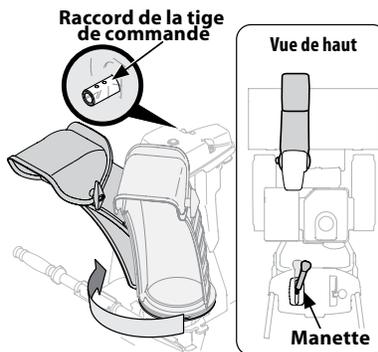

Figure 2-22
4. Serrez la gâchette sur la manette de la commande de la goulotte et pivotez la goulotte avec votre main pour qu'elle soit dirigée vers l'avant. Voir Figure 2-22. Les trous du raccord de la tige de commande feront face vers le haut.